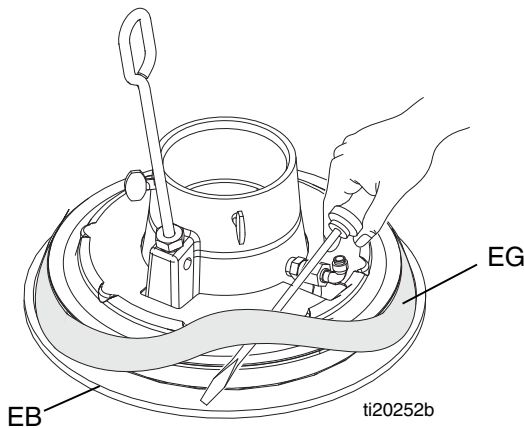

FIG. 13: Instalación del espaciador
2. *Trabajando desde arriba*, use un destornillador para colocar en posición el espaciador (EG) entre la brida y los rascadores (EB). Consulte FIG. 13.